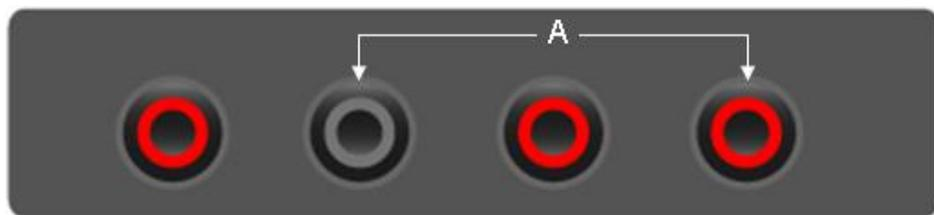

图2-11
- d) 将黑色表笔插入COM香蕉插口输入端，红色表笔插入10A香蕉插口输入端，如图2-11。